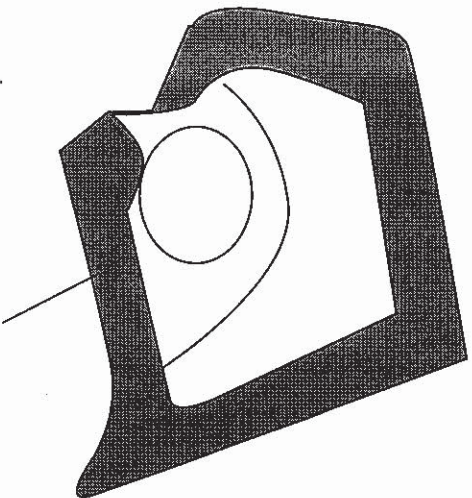

図1
- 1, 図1の  部分に付属の両面テープを貼ります。その際、必ず脱脂して下さい。